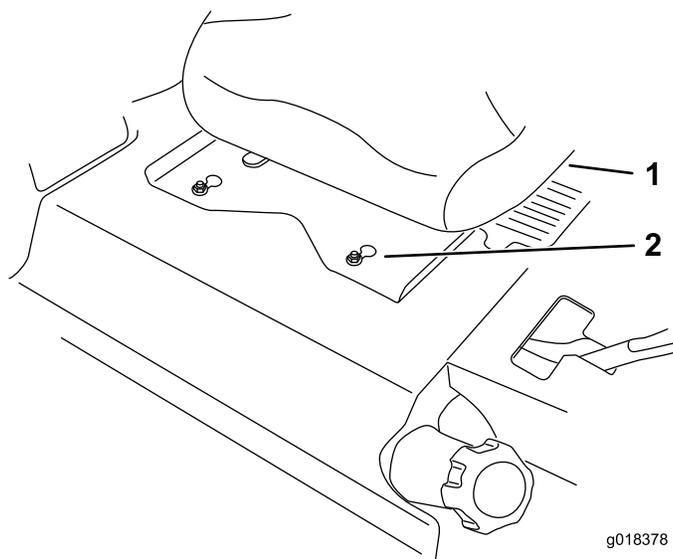

Bild 1
5. Schieben Sie den Sitz und die Sitzplatte nach vorne, damit die vorderen Muttern durch das Schlüsselloch passen (Bild 1).